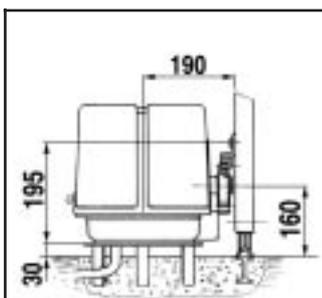
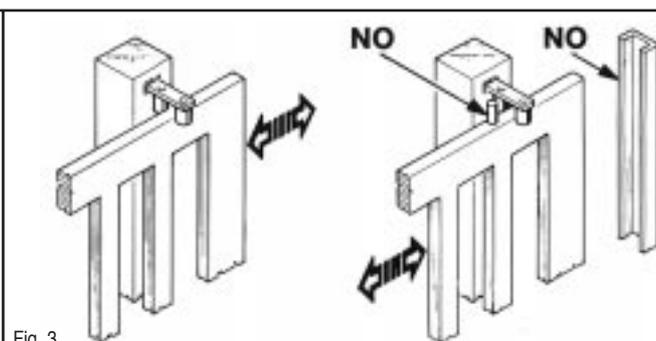

Fig. 2
Fig. 3
È necessario che la guida abbia alle sue estremità due fermi meccanici (L) (Fig. 2). Inoltre, le colonne devono avere superiormente delle guide antideragliamento (Fig. 3).
The guide needs to have two mechanical stops (L) of the type indicated at its ends (Fig. 2).
In addition, the columns must have anti-derailment guides at the top (Fig. 3).
N.B. Eliminate the mechanical stops of the type indicated in Fig. 3.
Il est nécessaire que le guidage ait à ses extrémités deux arrêts mécaniques (L) du type indiqué (Fig. 2). En plus, les colonnes doivent avoir dans la partie supérieure des guidages antidéraillement.
Éliminer les arrêts mécaniques du type décrit (Fig. 3).
Die Führungsschiene muß an beiden Enden mechanische Sperrungen (L) haben, wie in der Abbildung dargestellt ist (Fig. 2). Darüberhinaus müssen die Säulen über Entgleisungsschutzvorrichtungen verfügen (Fig. 3).